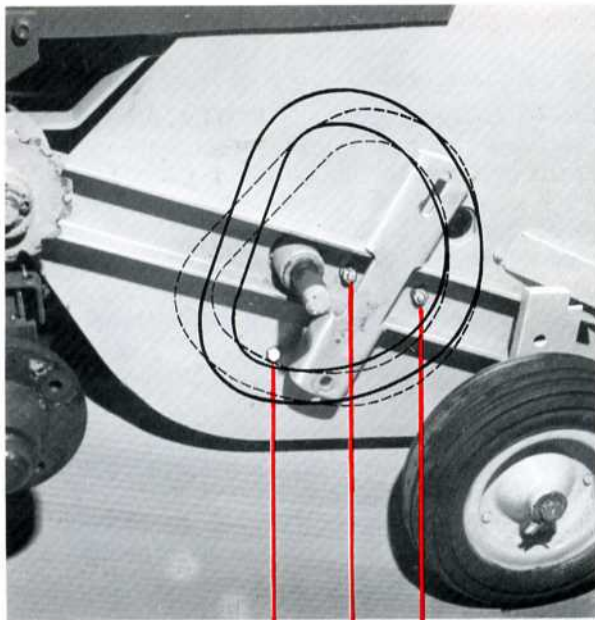

FIG. 39
Cette came est boulonnée à l'intérieur de la plaque située à l'extrémité droite du ramasseur, comme indiqué par la ligne continue de la Fig. 39 A. Elle est réglable.
- 2 - Enlevez les boulons A, B et C (Fig. 39) (ceux-ci peuvent être défaits plus facilement en enlevant aussi le pignon d'entraînement).
- 4 - Remplacez les boulons A, B et C (Fig. 39)